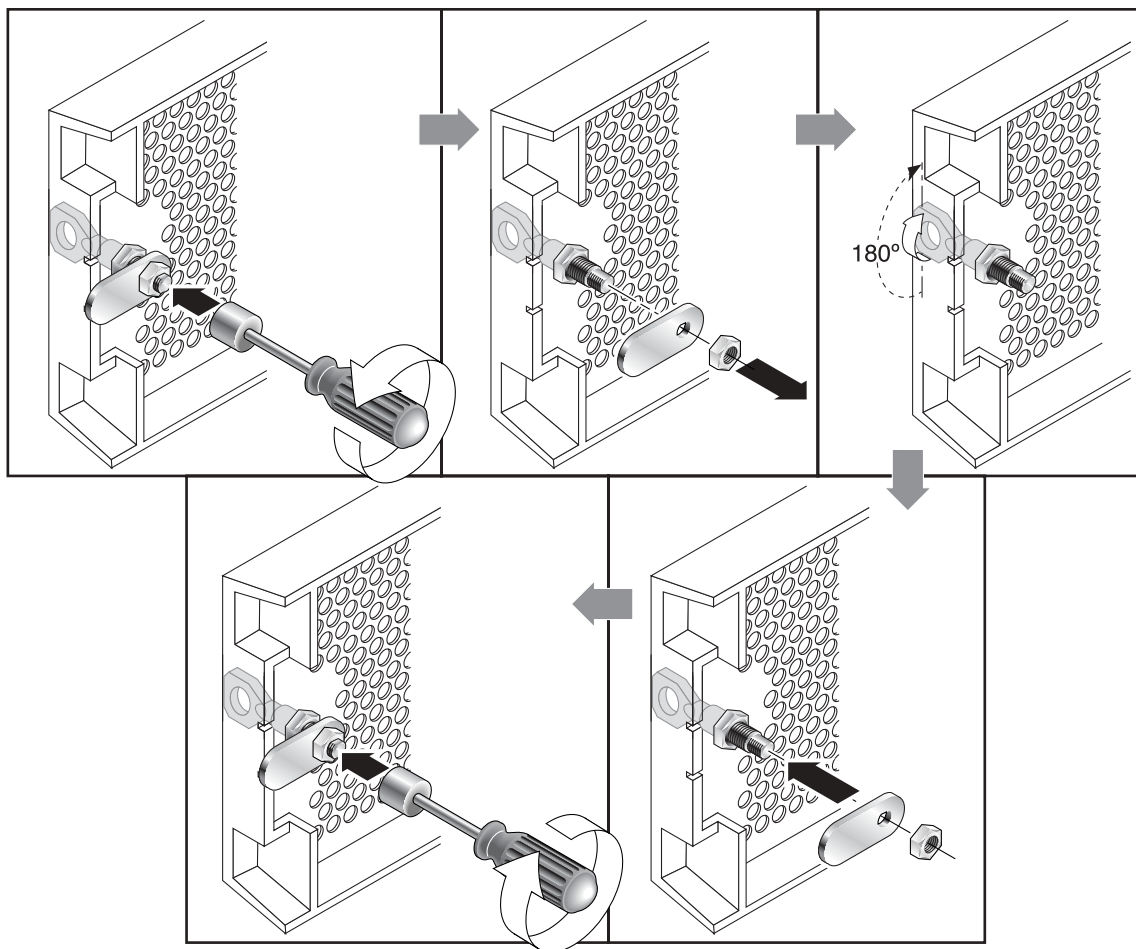

FIGURE 4-2 Séquence d'étapes pour modifier les verrous du panneau frontal pour que les clés ne puissent pas être retirées
3. Maintenez la clé en place et utilisez un tourne-écrou de 12-mm ou 3/8 pouces pour retirer l'écrou de blocage qui maintient le cliquet, comme indiqué dans le premier panneau de la FIGURE 4-2.
4. Soulevez le cliquet pour le retirer de la partie filetée du verrou, comme indiqué dans le deuxième panneau de la FIGURE 4-2.
6. Utilisez la clé pour tourner le verrou de 180 degrés, comme indiqué dans le troisième panneau de la FIGURE 4-2.
7. Remplacez le cliquet dans le même sens qu'avant, comme indiqué dans le quatrième panneau de la FIGURE 4-2.
8. Maintenez la clé en place et utilisez un tourne-écrou pour resserrer l'écrou de blocage qui maintient le cliquet, comme indiqué dans le cinquième panneau de la FIGURE 4-2. Faites attention à ne pas fausser l'écrou.